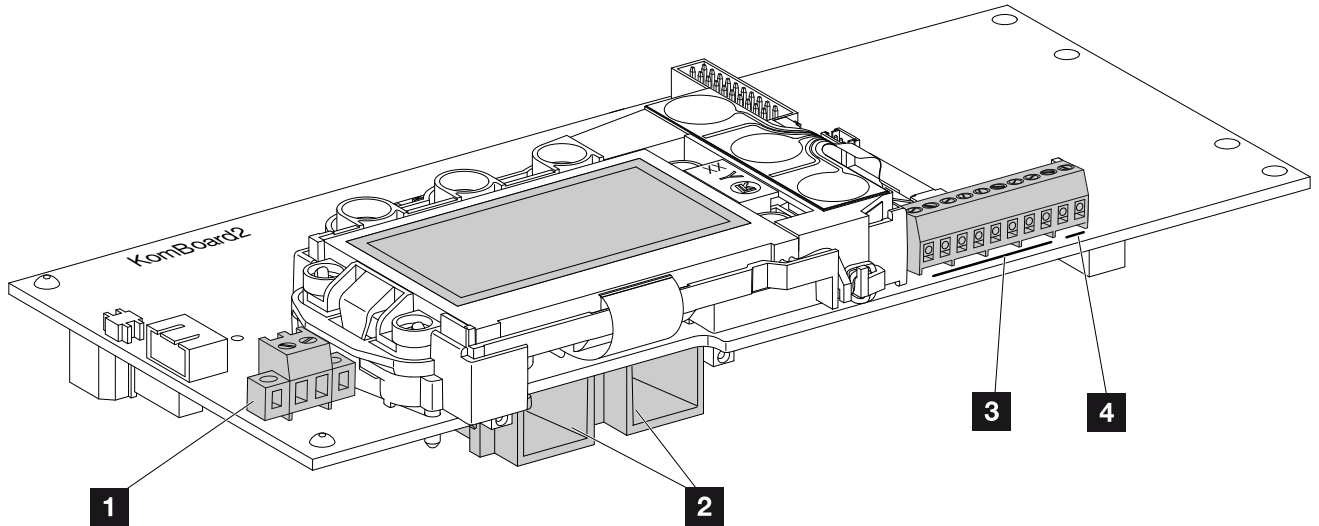

Abb. 32: Komponenten des Kommunikationsboards
6. Die Buchsen und Stecker der DC-Strings am Wechselrichter einstecken.  **Abb. 32**